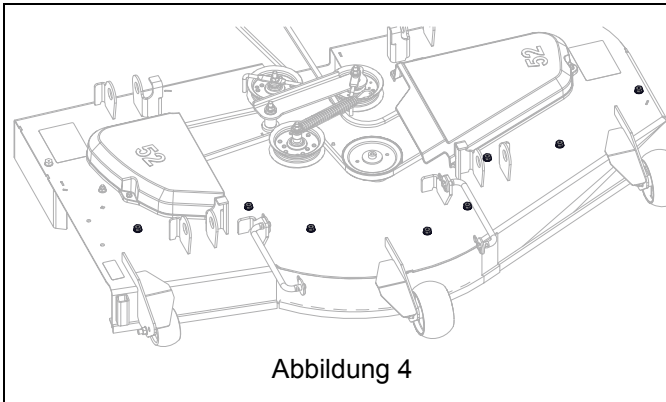

Abbildung 4
6. Die acht 3/8" x 1/2" Blechschrauben von der Oberseite des Mähdecks entfernen. Alle Teile außer Mulchkit aufbewahren. Siehe Abbildung 4.